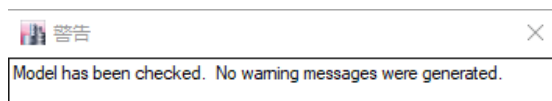

图 6-5 检查模型对话框
2. 勾选所有选项并点击**确定**按钮，弹出类似图 6-5 所示的**警告**对话框，表示模型几何没有问题。